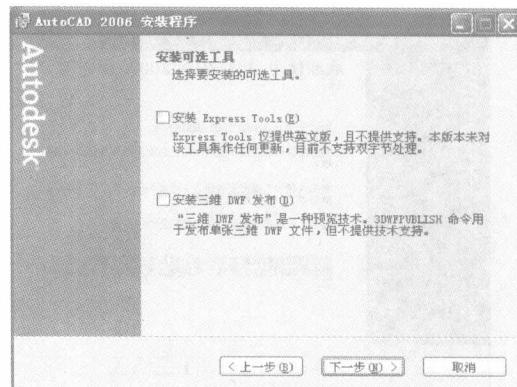

图 1-9 “安装可选工具”对话框
- 7) 在“选择安装类型”对话框中，选择安装类型为“典型”，单击“下一步”按钮，弹出“安装可选工具”对话框，如图 1-9 所示。“典型”安装类型将安装最常用的应用程序功能，建议用户选择此选项。“自定义”安装类型将仅安装用户选择的应用程序。